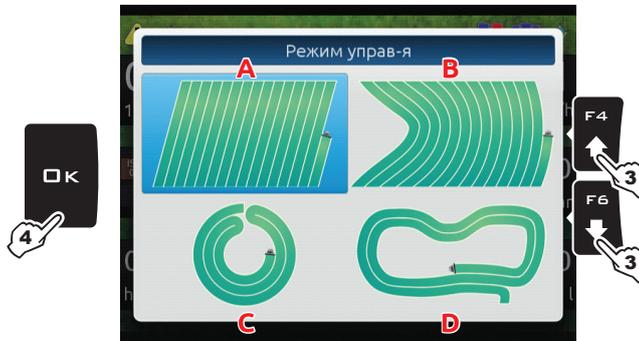

Рис. 317
- 3 Выберите режим указания курса (Рис. 317): нажмите **F4** и **F6**, чтобы пройтись по имеющимся пунктам (**A** - По криволин. колеям, **B** - По криволинейным колеям, **C** - По кругу или, **D** - Свободный режим управления).